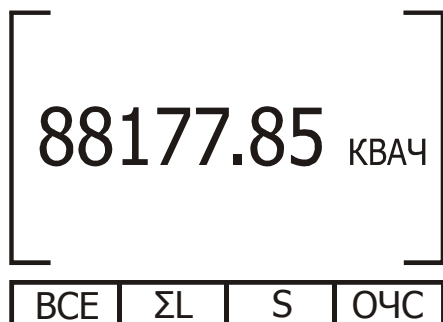

Рис. 42
9. Для просмотра величин потребления электроэнергии после последнего сброса используйте пункт меню «Вторичный счетчик» (рис. 42).